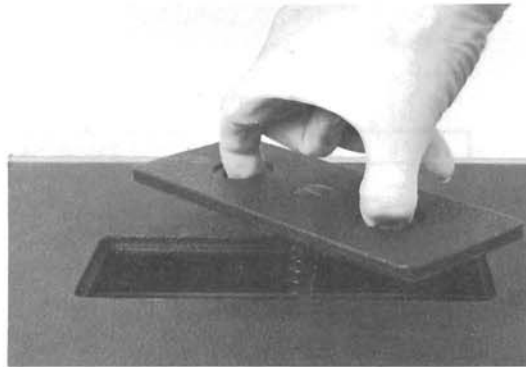

Fig. 11 Zubehörentnahme
- Aufstellen des Koffers auf eine ebene Unterlage, so daß das Zubehörfach zugänglich wird. Aus dem Zubehörfach Netzkabel, Mikrofon und Signalleitung entnehmen (siehe Fig. 11). Schlösser am Koffer öffnen und Kofferhaube abheben.